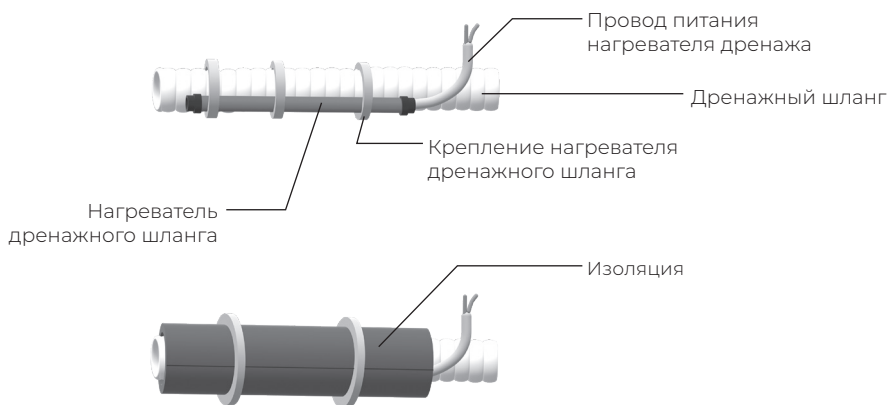

Рис. 8
- Установка производится снаружи дренажной магистрали, в нижней части шланга, при помощи стяжек либо клейкой ленты, с последующим утеплением теплоизоляцией, как показано на рис. 8.